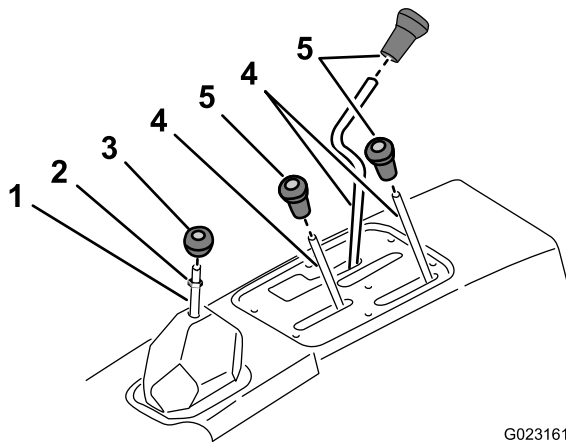

Bild 6
2. Schrauben Sie alle Handräder von den Armaturenbrettschaltern und vom Ganghebel ab (**Bild 6**).
3. Nehmen Sie die Klemmmutter vom Ganghebel ab (**Bild 6**).